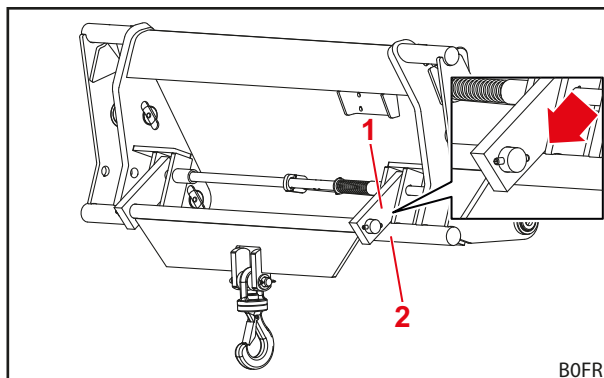

Рис. 91 Положение рабочего органа для перемещения груза
- (1) При отсутствии системы защиты от внезапного опускания: Опустите погрузчик на землю.
- (2) Навесьте груз на крюк.
- (3) Поднимите фронтальный погрузчик, пока груз не повиснет свободно.
- (4) Разместите рабочий орган так, чтобы петли лежали на нижних поперечинах сменной рамы (см. Рис. 91).
- (5) Очень осторожно проедьте к месту разгрузки.